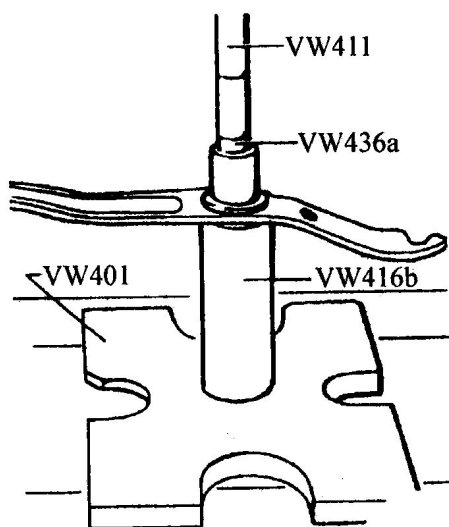

图 1-21 压入离合器踏板衬套
- 5) 使塑料衬套与导管长的一端齐平, 如图 1-21 所示。